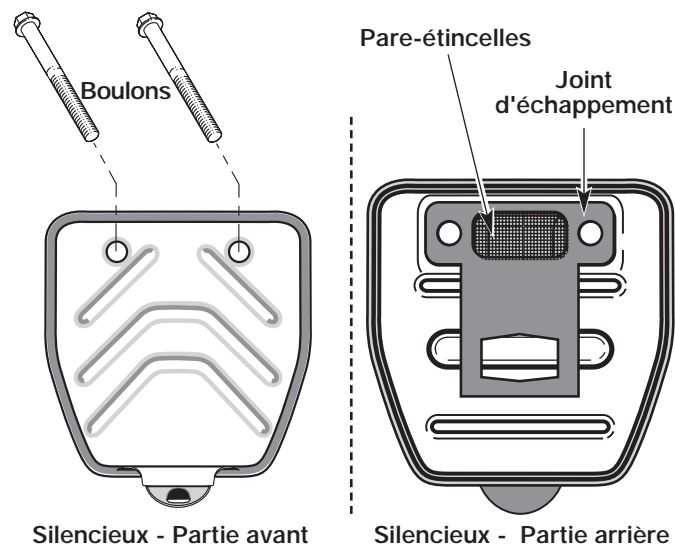

Fig. 24
2. Repérez le devant du silencieux et les deux (2) boulons qui le retiennent au moteur (Fig. 24). Retirez les deux (2) boulons à l'aide d'un tournevis à lame plate, d'une douille de 5/16 po ou d'un tourne-écrou. Retirez le silencieux du moteur.
3. Retournez le silencieux vers l'arrière et repérez le joint d'échappement. Retirez le joint du silencieux (Fig. 24).
7. Placez le joint d'échappement contre l'arrière du silencieux. Alignez les trous de boulon du joint d'échappement avec les trous de boulon du silencieux. Tout en maintenant le joint d'échappement en place, insérez les boulons sur le devant du silencieux (Fig. 24).